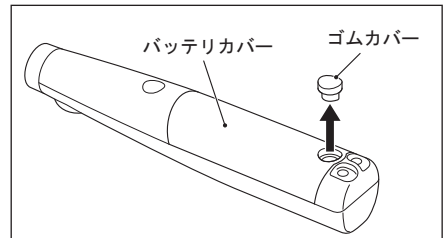

図 9
- 2)バッテリーカバーのねじ穴に入っているゴムカバーを細いマイナスドライバなどで取り外します。(図 9)